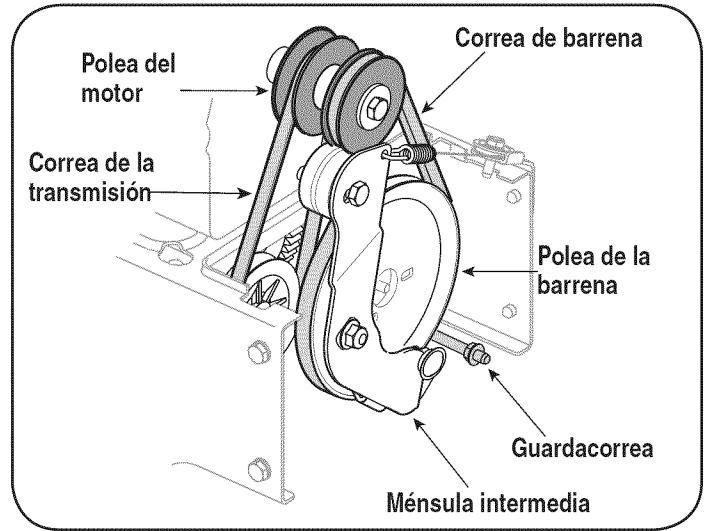

Figure 37
2. Deslice la correa de la barrena frontal fuera de la polea del motor empujándola hacia adelante y haciéndola rodar fuera de la polea. Vea la Figure 37.